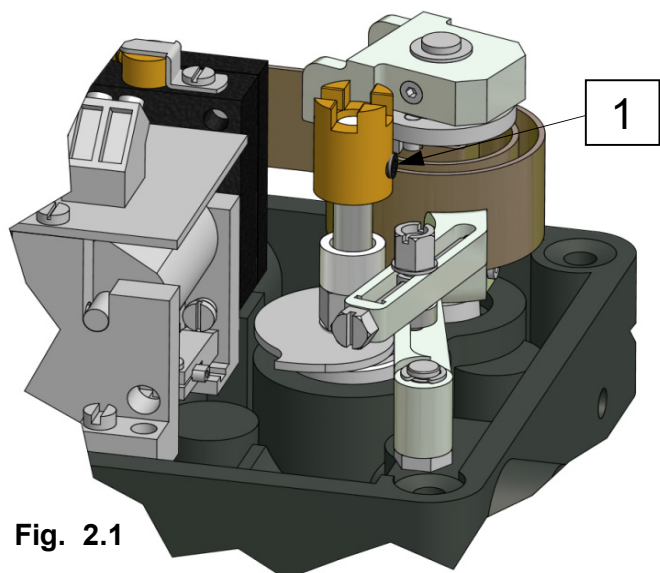

Fig. 2.1
- Utilizzando una chiave da 2mm per viti con esagono incassato svitare il grano "1" Fig. 2.1.
- With a 2mm exagonal wrench, unscrew the dowel "1" Fig.2.1.